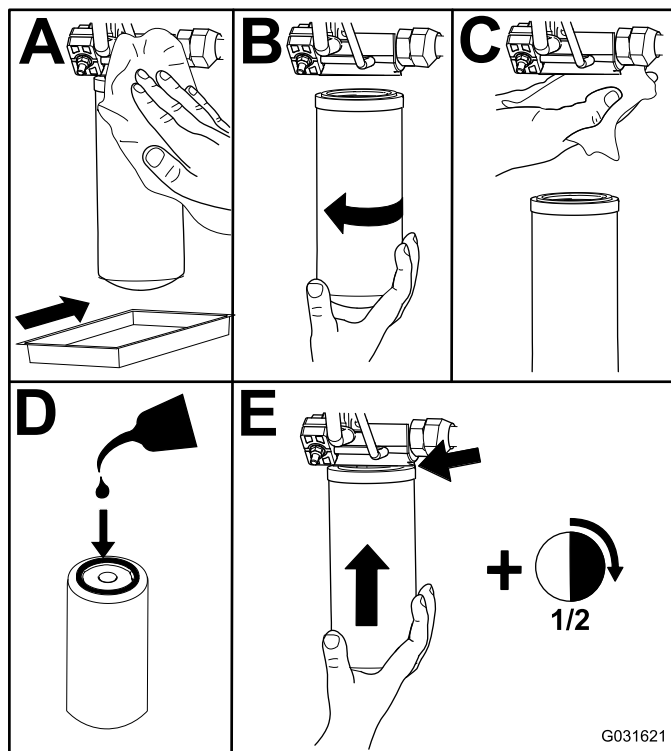

Figura 81
2. Substitua os filtros hidráulicos (Figura 81).